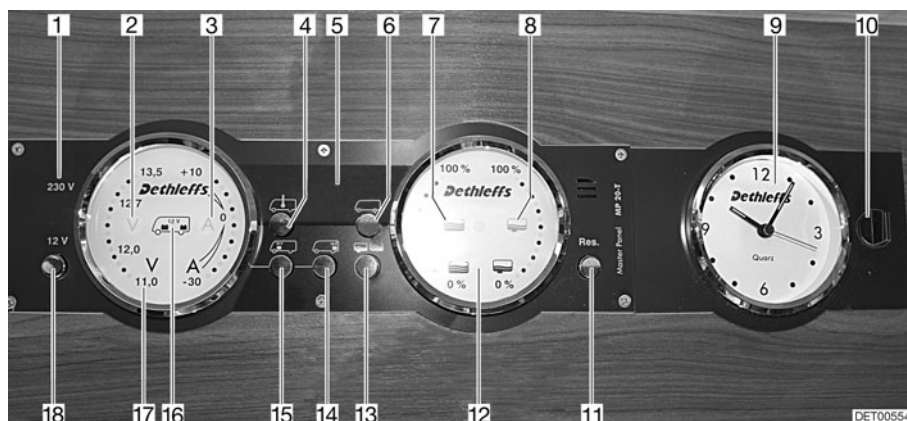

Fig. 138 Panneau de contrôle MP 20-T
Le voyant de contrôle 230 V (Fig. 138,1) s'allume si l'arrivée du bloc électrique est sous tension de réseau.
L'interrupteur principal 12 V (Fig. 138,18) établit ou coupe le panneau de contrôle et l'alimentation 12 V de la cellule.
- Appuyer brièvement sur la touche "12 V" (Fig. 138,18). L'alimentation 12 V de la cellule est assurée. L'indicateur de contrôle "12 V" s'allume.
- ▷ La tension de la batterie de cellule est trop faible quand les DEL "11,0" de l'affichage en Volt et le symbole Volt "V" (Fig. 138,2) clignotent dans l'indicateur des batteries (Fig. 138,17) après la mise sous tension. Charger la batterie.
- ▷ La coupure de batterie est active quand l'indicateur de contrôle "12 V", le symbole de la batterie de cellule (Fig. 138,16) et le symbole Volt "V" (Fig. 138,2) clignotent trois fois après la mise sous tension. Désactiver la coupure de batterie.
- Appuyer brièvement sur la touche "12 V" (Fig. 138,18). L'alimentation 12 V de la cellule est coupée. L'indicateur de contrôle "12 V" s'éteint.
- Appuyer sur la touche batterie de cellule (Fig. 138,14) et la maintenir enfoncée pendant 10 secondes environ. Les symboles Volt "V" (Fig. 138,2) et Ampères "A" (Fig. 138,3) clignotent trois fois. La batterie de cellule est coupée du réseau de bord de 12 V.
- Appuyer sur la touche "12 V" (Fig. 138,18) et la maintenir enfoncée pendant 5 secondes environ. Le symbole Volt "V" (Fig. 138,2) clignote trois fois. La batterie de cellule est branché au réseau de bord 12 V. L'indicateur de contrôle s'allume au bout d'env. 2 secondes.
- Appuyer sur la touche de la batterie de cellule "🔋" (Fig. 138,14). Le symbole Volt "V" (Fig. 138,2) s'allume. Le symbole Ampères "A" est, suivant son niveau de charge, blanc ou rouge. La tension de la batterie et le courant de la batterie de cellule sont affichés au moyens de DEL à l'intérieur de l'indicateur.
- Appuyer sur la touche de la batterie de démarrage "🔋" (Fig. 138,15). Le symbole Volt "V" (Fig. 138,2) s'allume. Des DEL à l'intérieur de l'indicateur indiquent la tension de la batterie de démarrage.
- Appuyer sur la touche réservoirs  (Fig. 138,13). Les symboles réservoir d'eau  (Fig. 138,7) et réservoir d'eaux usées  (Fig. 138,8) s'allument. Des DEL à l'intérieur de l'indicateur indiquent le niveau du réservoir d'eau (échelle de gauche) et celui du réservoir d'eaux usées (échelle de droite).
Le symboles Volt "V" (Fig. 138,2) et les DEL "11,0" clignotent dès que la tension de la batterie descend en dessous de 11 V (mesurée en marche) et qu'il y a risque de décharge profonde de la batterie.
Le symbole du réservoir d'eau  (Fig. 138,7) ou celui du réservoir d'eaux usées  (Fig. 138,8) clignote quand le réservoir d'eau est vide ou que le réservoir d'eaux usées est plein.
L'affichage numérique (Fig. 138,5) permet d'indiquer les températures intérieure et extérieure.
- Appuyer sur la touche de la température intérieure  (Fig. 138,4). La température intérieure s'affiche.
- Appuyer sur la touche de la température extérieure  (Fig. 138,6). La température extérieure s'affiche.
Le dispositif d'affichage de l'heure (Fig. 138,9) indique l'heure. L'horloge a sa propre pile et n'est pas branchée sur le réseau de bord de 12 V.